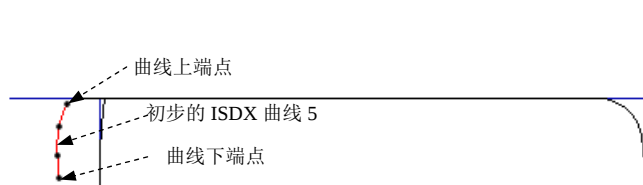
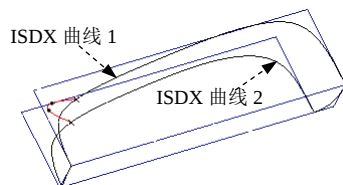

图 10.5.50 创建初步的 ISDX 曲线 5
图 10.5.51 对齐各端点
(3) 再次设置模型显示状态。
① 单击图工具栏中的 **平面显示** 按钮，取消选中 **平面显示** 复选框，使基准面不显示。
② 关闭活动平面栅格。在 **样式** 功能选项卡中选择 **操作** ▾ ➡ **首选项** 命令；在系统弹出的“造型首选项”对话框中的 **栅格** 区域取消选中 **显示栅格** 复选框，然后单击 **确定** 按钮，关闭“造型首选项”对话框。
③ 单击按钮 **VIEW_4**，选择 VIEW_4 视图。
(4) 创建初步的 ISDX 曲线 5。
① 单击 **样式** 功能选项卡 **曲线** ▾ 区域中的“曲线”按钮 **曲线**。
② 在操控板中单击 **曲线** 按钮。
③ 绘制图 10.5.50 所示的初步的 ISDX 曲线 5，然后单击操控板中的 **✓** 按钮。
(5) 编辑初步的 ISDX 曲线 5。
- ① 单击 **样式** 功能选项卡 **曲线** 区域中的 **曲线编辑** 按钮，选取 ISDX 曲线 5。
- ② 单击按钮 ，选择 VIEW_3 视图。
- ③ 按住 Shift 键，拖移曲线的两个端点，分别将其与 ISDX 曲线 1、曲线 2 在活动平面 (DTM5) 上的两个交点对齐，如图 10.5.51 所示（对齐时，显示“×”符号）。